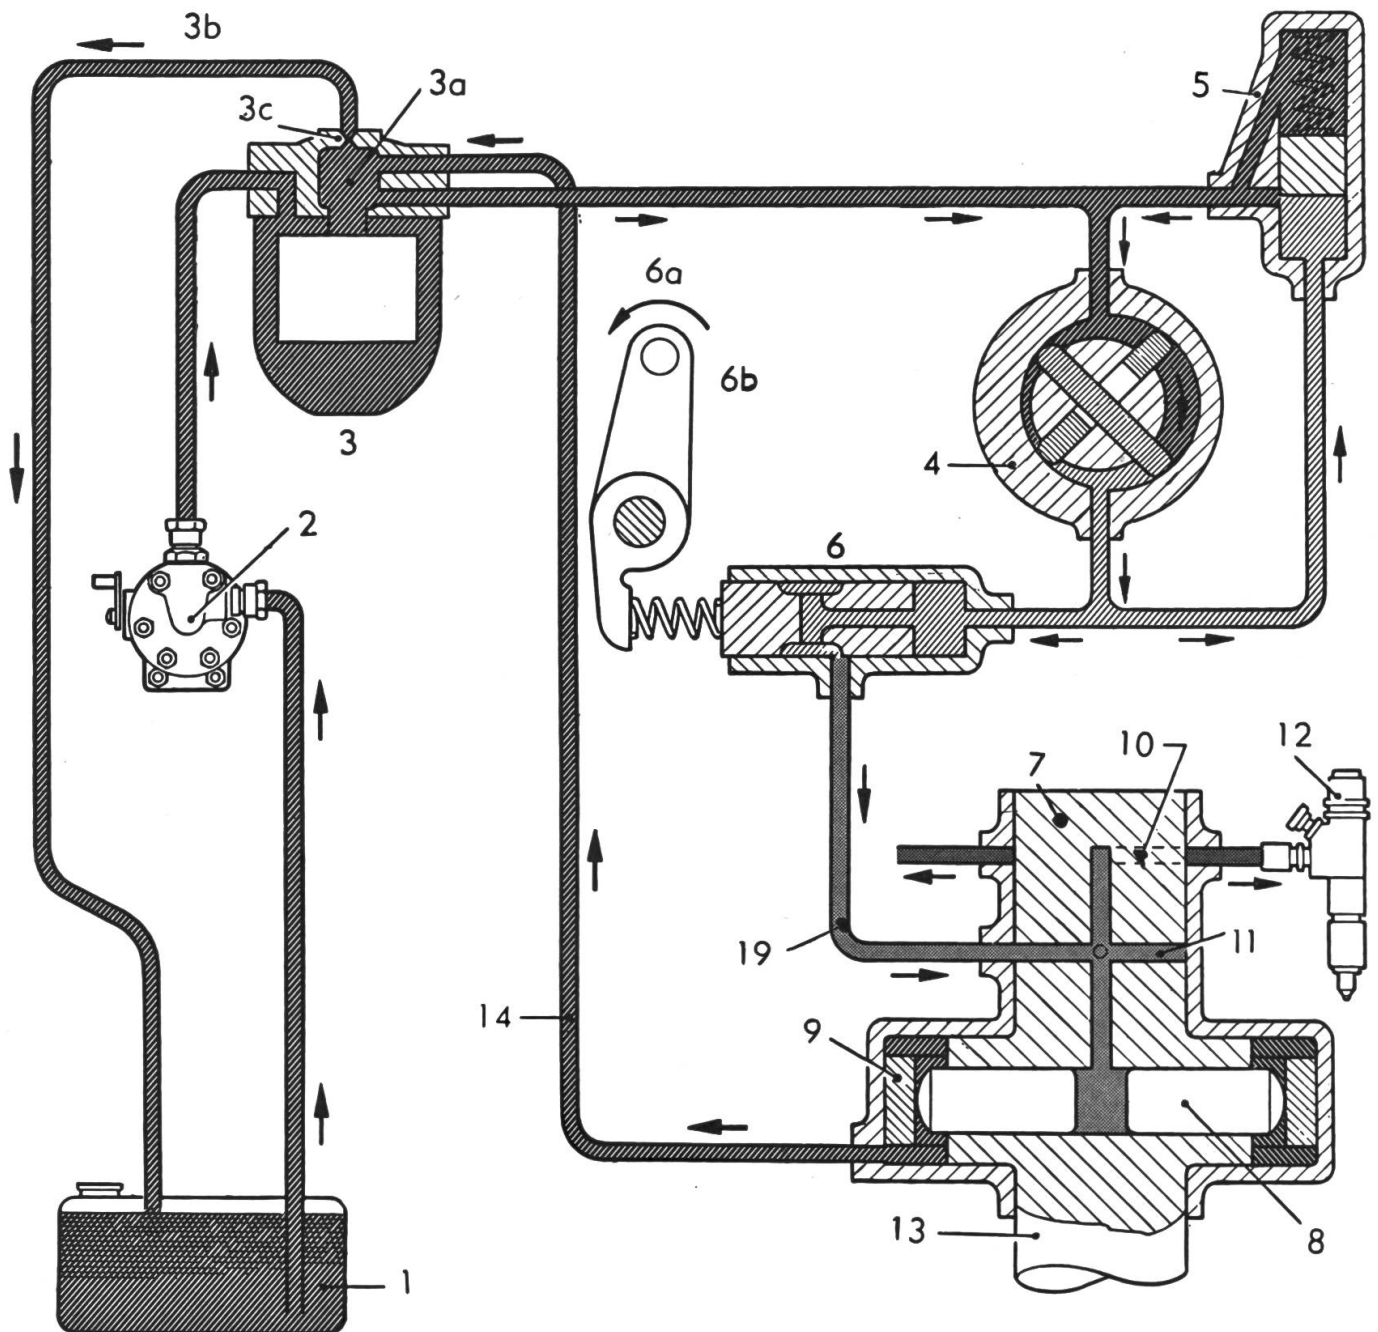

Abb. 2: Wirkungsweise der neuen Einspritzpumpe
Sehen wir uns dazu die Abbildung 2 an. Aus dem Treibstoffbehälter (1) wird der Treibstoff durch eine Förderpumpe (2) zum Hauptfilter (3) gedrückt, von wo er zur Exzenterpumpe (4) und gleichzeitig zum Druckregulierventil (5) weitergelangt. Die Exzenterpumpe vermittelt dem Treibstoff einen Zwischendruck, der höher liegt als derjenige der Förderpumpe. Ein Ansteigen der Drehzahl des Motors bewirkt gleichzeitig und automatisch eine höhere Drehzahl der Exzenterpumpe und einen Druckanstieg des geförderten Treibstoffes. Ein Druckanstieg in der Zwischenleitung verschiebt den Kolben des Mengenregulierventils (6) und verschliesst der übermässig hohen Treibstoffzufuhr teilweise den Zulauf zur Rotationseinspritzpumpe, wobei in diesem Fall der Treibstoff zum Druckregulierventil (5) und zum Filter (3) zurückfliesst. Dadurch wird die Exzenterpumpe entlastet. Der Treibstoff gelangt über eine Bohrung im feststehenden Rotorkörperteil der Exzenterpumpe zum Mengenregulierventil (6). Der kleine Kolben dieses Ventils ist mit einer